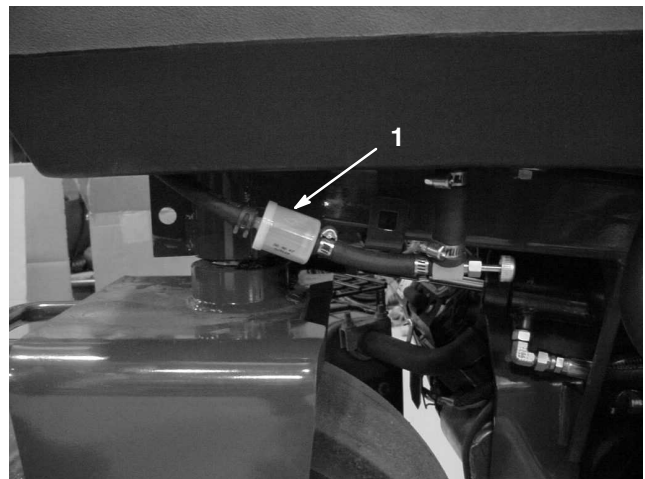

Bild 48
In die Kraftstoffleitung ist zwischen dem Kraftstofftank und dem Vergaser ein Filter eingebaut (Bild 48). Tauschen Sie diesen Filter alle 800 Betriebsstunden oder vorher aus, wenn der Kraftstofffluss beeinträchtigt wird. Stellen Sie sicher, dass der Pfeil am Filter vom Kraftstofftank weg ausgerichtet ist.
1. Schließen Sie den Kraftstoffhahn, lockern Sie die Schlauchschelle (Bild 48) an der Vergaserseite des Filters und ziehen Sie die Kraftstoffleitung vom Filter ab.
2. Stellen Sie ein Auffanggefäß unter den Filter, lockern Sie die verbliebene Schlauchschelle und entfernen Sie den Filter (Bild 48).